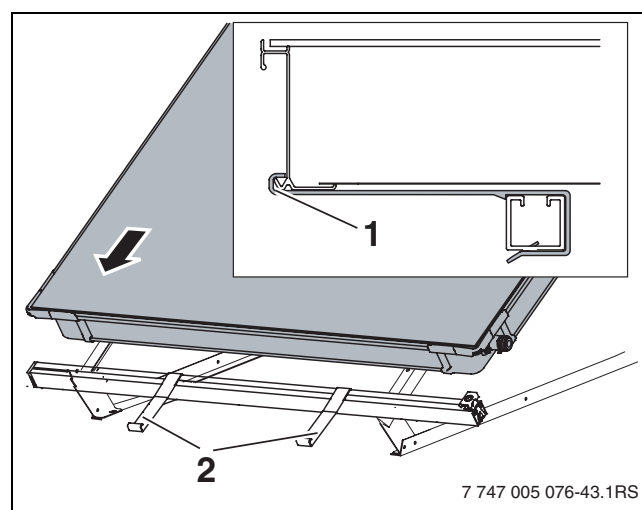

Fig. 59 Colocar el primer captador sobre los perfiles
- Colocar el primer captador sobre los perfiles y dejar que se deslicen sobre las protecciones antideslizantes (Fig. 59, (2)).
El canto inferior del captador (Fig. 59, (1)) debe estar sobre la abertura de la protección antideslizante.